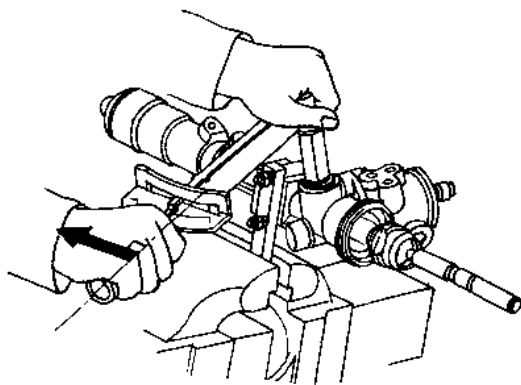

图 1-16 扭力扳手的使用
①使用扭力扳手紧固前，宜先以普通扳手初步拧紧。
②如组装与螺栓头或螺母相配的套筒头，为防止扳手滑脱，宜以一只手扶持套筒头作业。
③用力拧紧时，一定以手握紧手柄向身前方向拉动（参见图 1-16）。
④握紧手柄向身前方向拉动时，手腕应与扳手垂直。仅以手柄为支点用力，手掌应呈浮动状态。